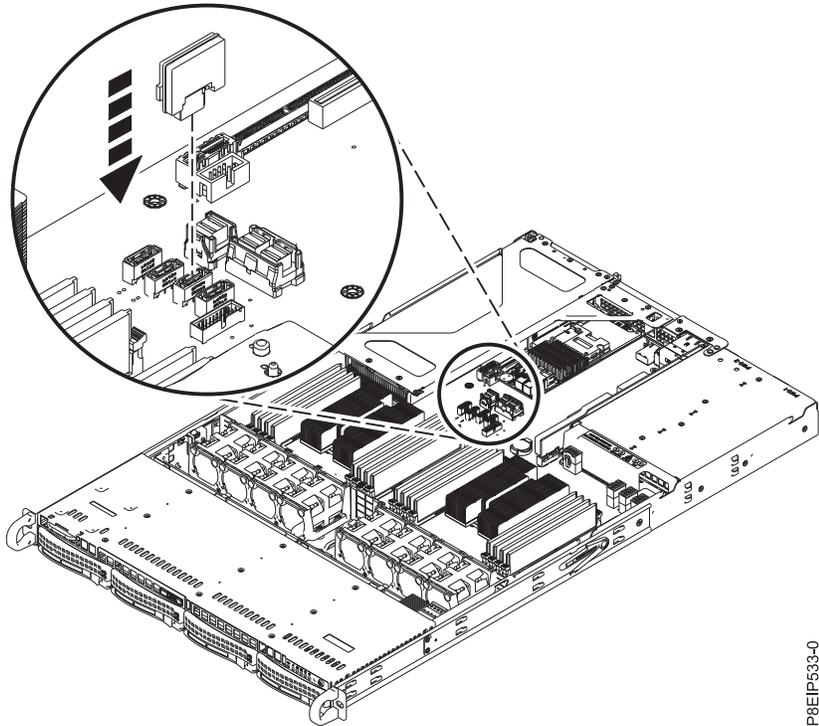

Figura 12. Instalando um DOM
2. Instale o DOM no painel traseiro do sistema, nas posições **(A)**, conforme mostrado na Figura 12 na página 16. Dependendo do modelo do DOM, também pode ser necessário conectar um pequeno cabo de energia para o DOM. Assegure-se de conectar os conectores corretamente.